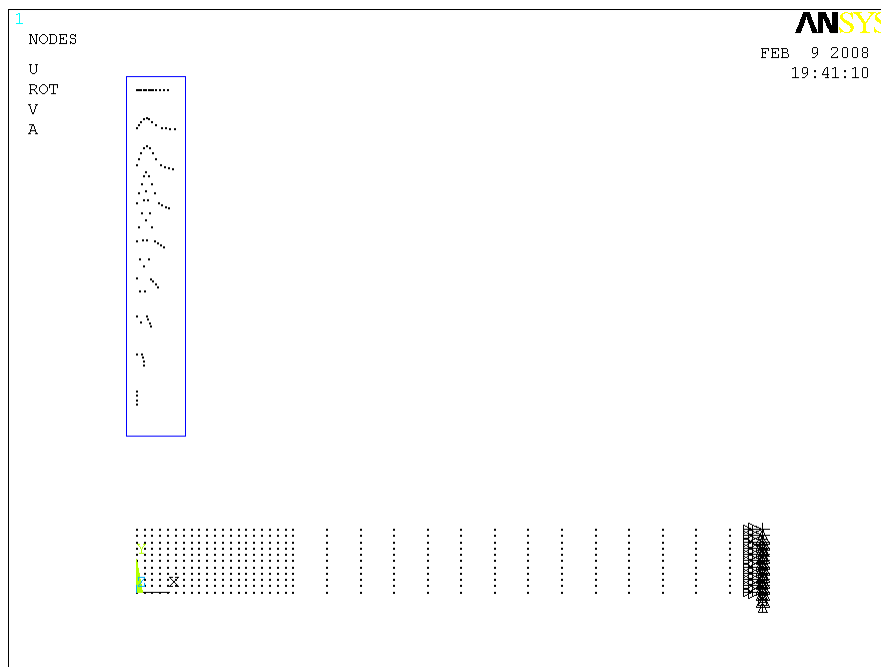

Рисунок 60. Выбор узловых точек (сечение пули), у которых будет задана начальная скорость
- Далее необходимо с помощью окна выбора *Reselect nodes* выбрать узловые точки, принадлежащие сечению пули (Рисунок 60).